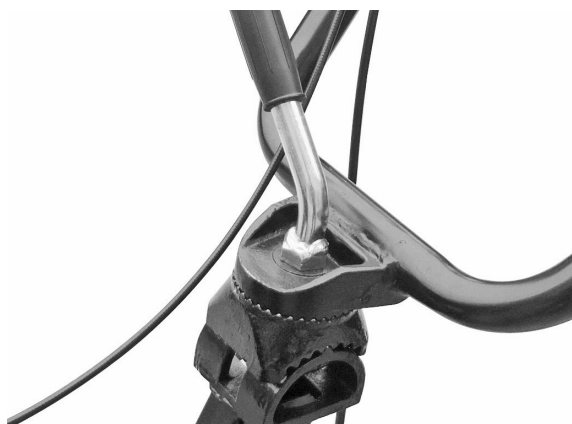

Рисунок 5
- Ослабьте зажим рукояток и выберите требуемое отверстие. Отрегулируйте поперечную перекладину руля, чтобы она находилась на уровне пояса оператора, и поверните зажим, чтобы затянуть его (см. Рис. 5).